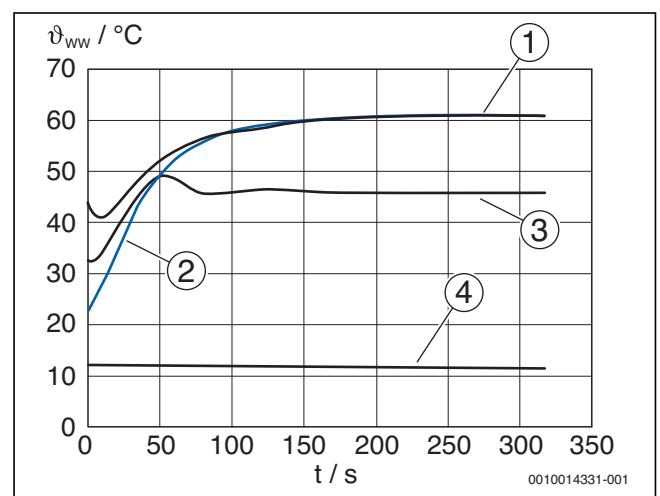
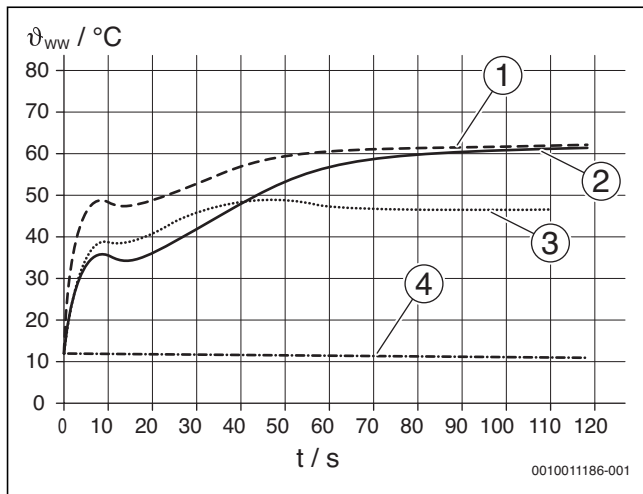

Bild 42 GB182i-20 KD: Warmwasser-Austrittstemperatur und Warmhaltetemperatur des Warmwassers in Abhängigkeit von der Einstellung am BC25
Bild 43 GB182i-35 K: Warmwasser-Austrittstemperatur und Warmhaltetemperatur des Warmwassers in Abhängigkeit von der Einstellung am BC25
- Warmhaltefunktion mit einstellbarer Warmwasser-Austrittstemperatur zwischen 40 °C und 60 °C (→ Bild 42 und Bild 43) im Sommerbetrieb
Legende zu Bild 42 und Bild 43: